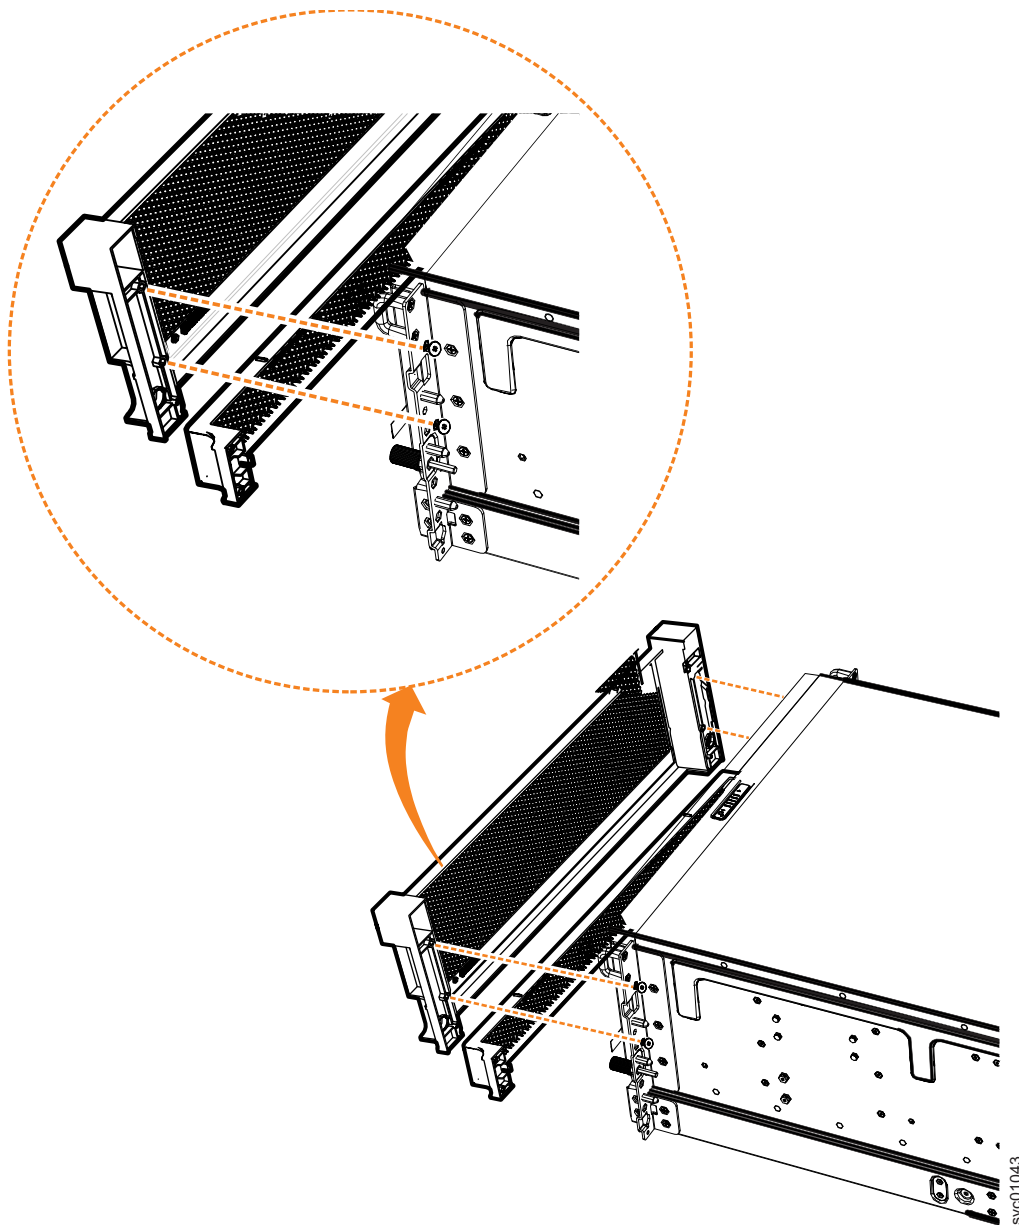

Figura 96. Remova os componentes de fachada do gabinete de expansão
2. Remova a fachada frontal removendo os dois parafusos que conectam a fachada ao flange em cada lado do chassi, conforme mostrado em Figura 96 na página 96.
3. Puxe com cuidado cada lado da fachada de PSU para removê-la do chassi, conforme mostrado em Figura 96. A fachada da PSU se desencaixa do slot e do pino que a conectam a cada lado do chassi.